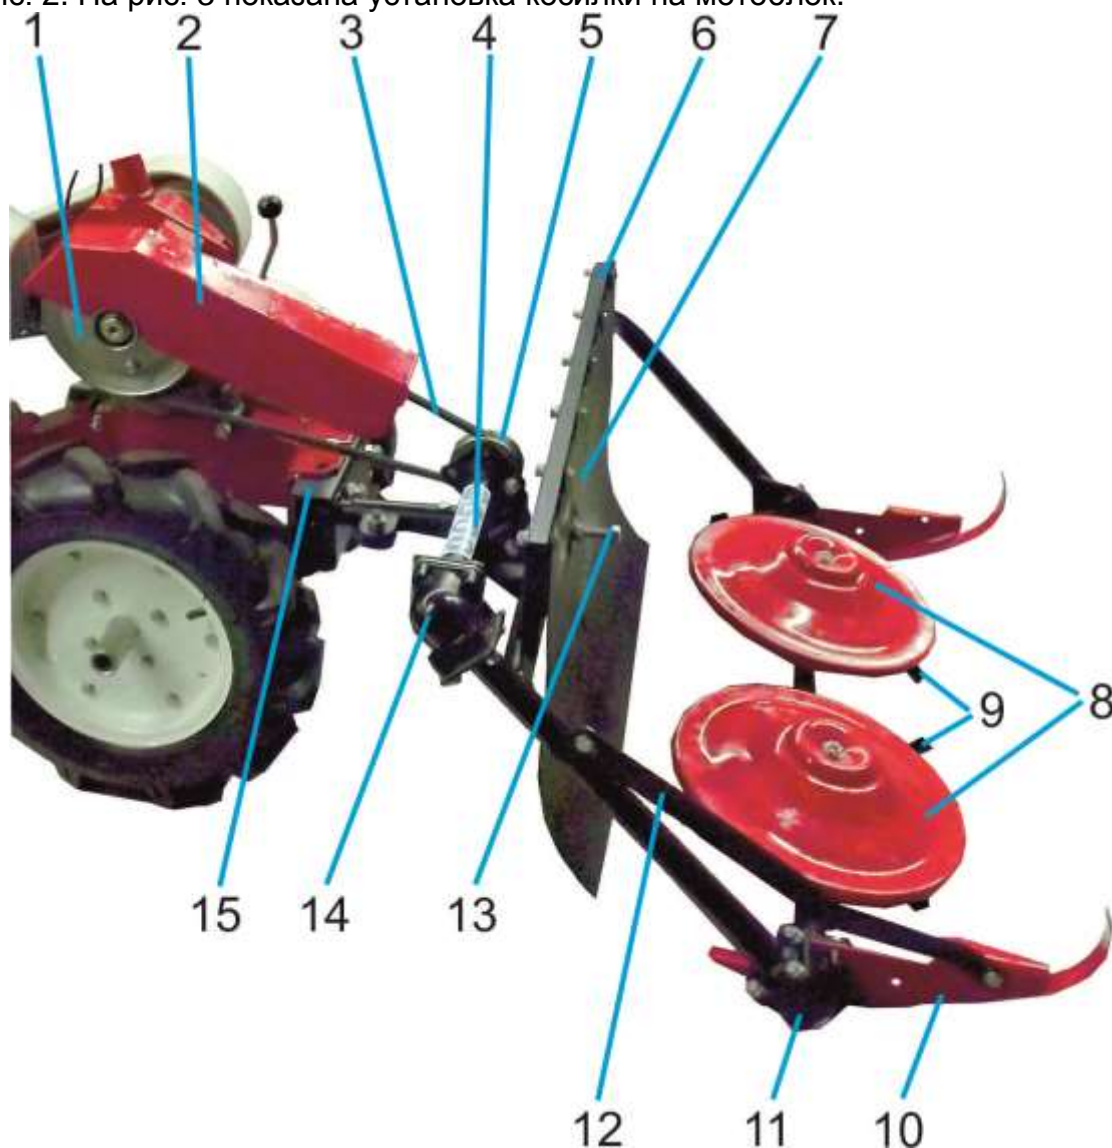
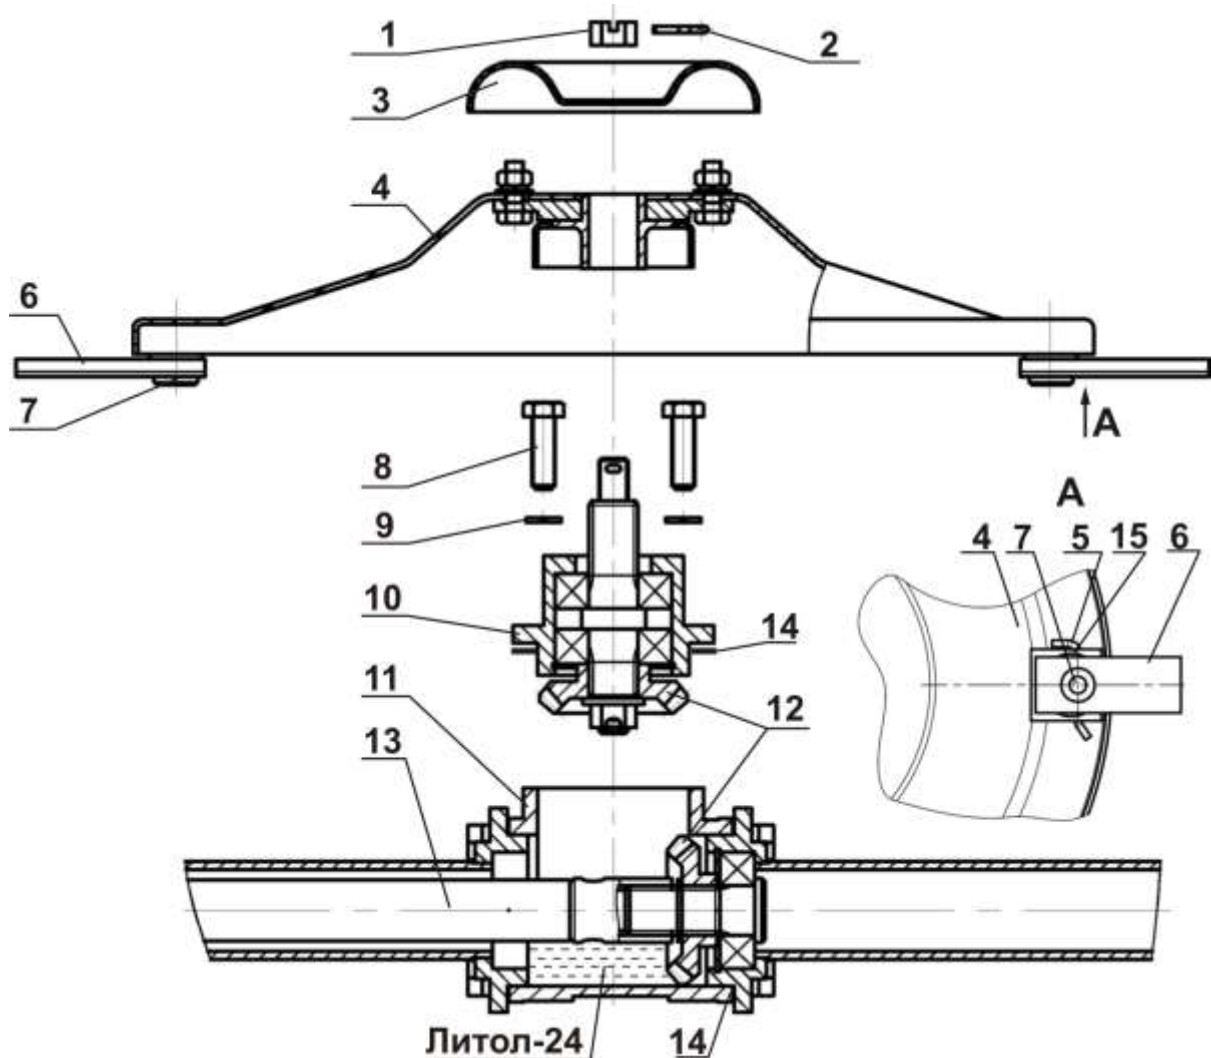
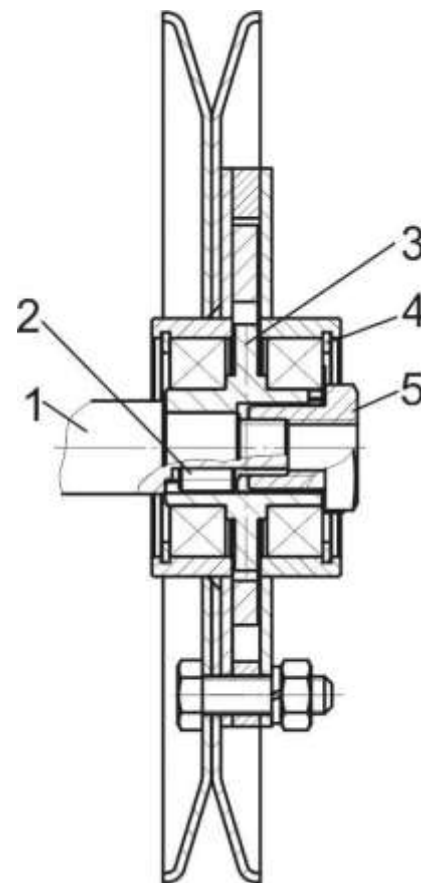

Рис. 1. Косилка КР-3.
Рис. 2. Ротор и его привод.
Рис. 3. Установка муфты
Общий вид косилки представлен на рис. 1. Конструкция роторов и привода приведена на рис. 2. На рис. 3 показана установка косилки на мотоблок.
Передача крутящего момента от приводного шкива косилки 5 (рис. 1) к роторам осуществляется с помощью приводных валов 13 (рис. 2) и шестерен конических 12 (рис. 2).
Косилка присоединяется к прицепному узлу мотоблока при помощи сцепки 15 (рис. 1) из комплекта поставки и крепится шкворнем из комплекта мотоблока. На вал отбора мощности мотоблока устанавливается муфта 1 (рис. 1) из комплекта поставки и соединяется с приводным шкивом косилки 5 (рис. 1) ремнем привода 3 (рис. 1) из комплекта поставки. Натяжение ремня регулируется болтом 13 (рис. 1). Для защиты оператора предусмотрено закрытие защитное 7 (рис. 1). При нажатии рычага сцепления мотоблока одновременно происходит движение мотоблока вперед и вращательное движение роторов 8 (рис. 1).
- **снять защитное закрытие вала отбора мощности мотоблока и щиток под ними.** Установить на вал отбора мощности шпонку и муфту из комплекта поставки косилки согласно рис. 3. Зафиксировать муфту шайбой стопорной и гайкой крепления муфты из комплекта поставки.
- **ослабить контргайки 5, болтами 4 обеспечить жесткость соединения, при этом муфта 1 (рис. 1) и приводной шкив косилки 3 (рис. 1) должны располагаться в одной плоскости относительно друг друга, контргайки 5 завернуть;**
После первых 30 мин. работы новой косилки необходимо остановить двигатель мотоблока и проверить затяжку крепежных элементов (рис.3). При необходимости затянуть и законтрить.
- 13.2.1. Для заполнения корпуса редуктора ротора необходимо расконтрить и отвернуть гайку корончатую 1 (рис. 2), снять закрытие 3 и ротор 4, отвернуть четыре болта 8, снять пружинные шайбы 9 и крышку редуктора ротора 10.
- 13.2.2. Для заполнения редуктора углового верхнего 14 (рис. 1) необходимо отвернуть 4 болта крепления редуктора к раме 6, затем снять редуктор 14 вместе с приводом от шкива приводного 5. Заполнить полость редуктора смазкой Литол-24 в объеме 50 см³, затем произвести сборку в обратном порядке.
- 13.2.3. Для заполнения редуктора углового нижнего 11 (рис. 1) необходимо отвернуть 4 болта крепления редуктора к раме 6 и два болта крепления корпуса редуктора ротора к раме 6, затем снять редуктор угловой нижний 11 и два редуктора ротора с роторами. В полость редуктора углового нижнего 11 добавить 50 см³ Литола-24, затем произвести сборку в обратном порядке.
- 13.3. При ухудшении качества скашивания, которое зависит от изношенности режущей кромки ножей, ножи можно заточить или заменить на новые. При заточке ножей напильником или наждачным камнем, важно сохранять угол режущей кромки. Чтобы **снять ножи, следует отогнуть шплинт 5 (рис. 2), вынуть ось 7 и снять нож 6.**
При сборке не забудьте установить на место шайбу 15 (рис. 2), особое внимание обратите на установку ножей. Режущие кромки ножей одного ротора должны быть направлены в одну сторону. Режущие кромки ножей левого и правого роторов во время работы должны вращаться навстречу друг другу. Для закрепления ножа на роторе следует использовать новый шплинт. Для обеспечения легкого вращения ножей на осях смажьте оси моторным маслом.